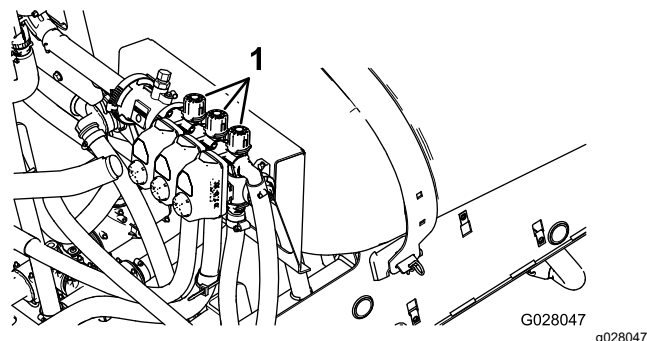

Figura 21
2. Opriți seciunea stânga și reglați butonul de bypass pentru seciune (Figura 21) până când valoarea presiunii ajunge la nivelul reglat anterior (în mod tipic 2,75 bar).
4. Reglați butonul de bypass pentru seciunea dreapta (Figura 21) până când valoarea presiunii ajunge la nivelul reglat anterior (în mod tipic 2,75 bar).
6. Reglați butonul de bypass pentru seciunea centrală (Figura 21) până când valoarea presiunii ajunge la nivelul reglat anterior (în mod tipic 2,75 bar).